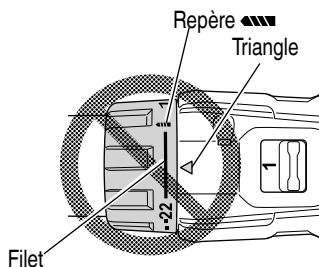

Fig. 13
- N'utilisez pas l'outil avec le sélecteur de débrayage positionné entre le chiffre "22" et la ligne au centre du symbole du foret "▲▲▲", vous risqueriez de l'endommager (Voir Fig. 13).